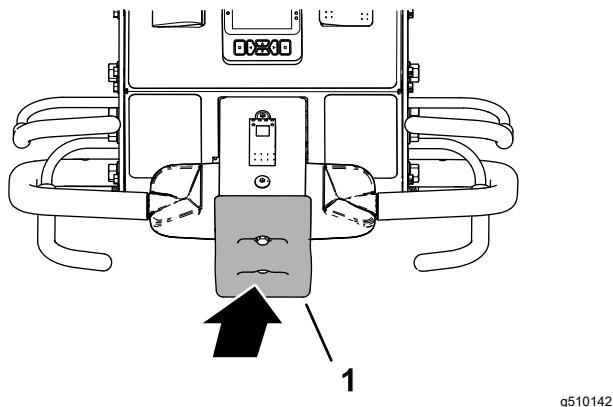

Bild 36
- Halten Sie den Schaltbügel und den Fahrantriebshebel betätigt und betätigen Sie den Anschlagschalter (Bild 36).